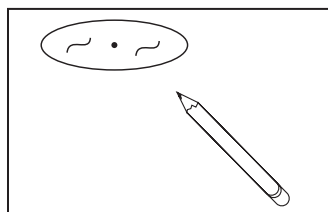

Figura 2
Paso 2. Ubique el centro de la abertura planteada en el techo y use una plantilla para marcar y cortar precisamente un agujero de 4-3/8" (Figura 2).